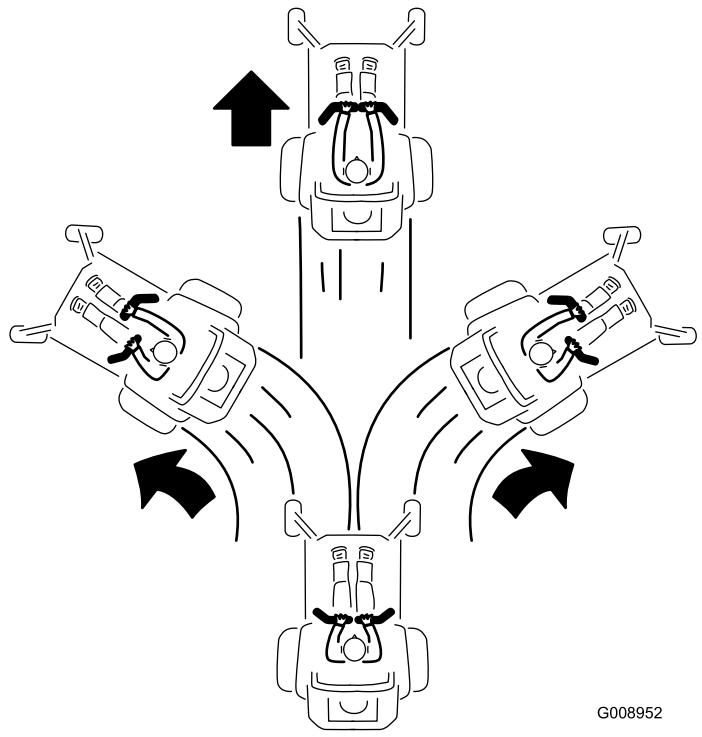

Bild 22
3. Schieben Sie für das Vorwärtfahren die Fahrantriebshebel langsam vorwärts (Bild 22).